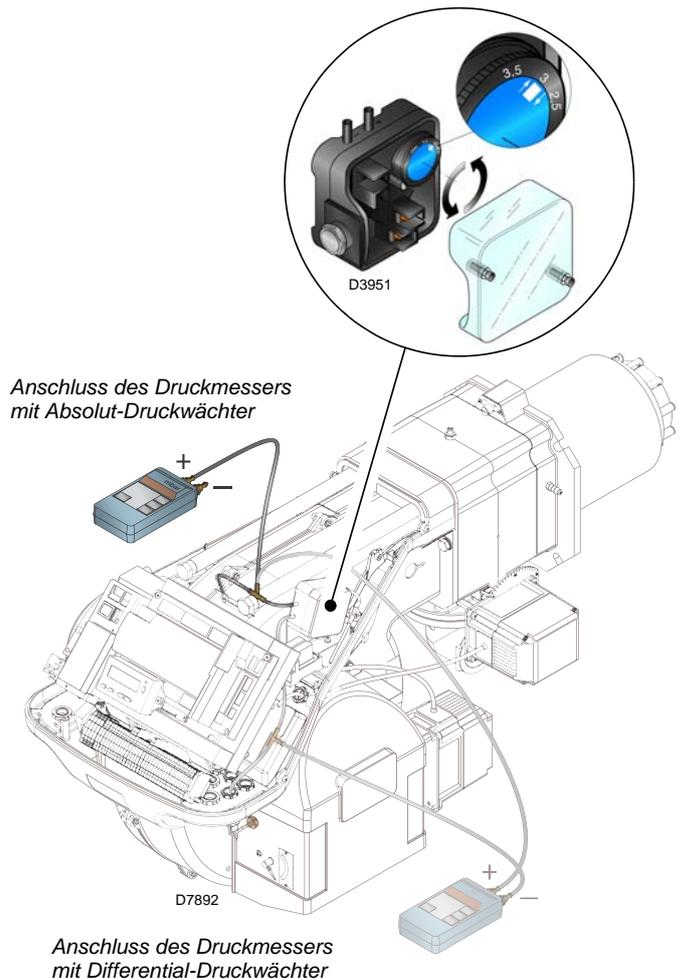

Abb. 32
- Regeln Sie den Luftdruckwächter (Abb. 32 auf Seite 37) auf den Skalenanfang.
Die Einstellung des Luftdruckwächter (Abb. 32) nach Durchführung aller anderen Einstellungen des Brenners mit auf erster Stufe eingestelltem Luftdruckwächter ausführen.
Nimmt der Brenner erneut eine Störabschaltung vor, den Drehgriff weiter geringfügig im Uhrzeigersinn drehen. Während dieser Arbeitsgänge kann es nützlich sein, einen Druckmesser zum Messen des Luftdrucks zu verwenden. Der Anschluss des Druckmessers ist in Abb. 32 angeführt.
Bei einigen Anwendungen mit starkem Unterdruck verhindert der Anschluss des Druckwächters dessen Umschalten. In diesem Fall ist es notwendig, den Druckwächter differential anzuschließen, indem eine zweite Leitung zwischen Luftdruckwächter und Saugleitungsöffnung des Gebläses angebracht wird. Dann muss auch der Druckmesser differential angeschlossen werden, d.h. wie in Abb. 32 gezeigt.